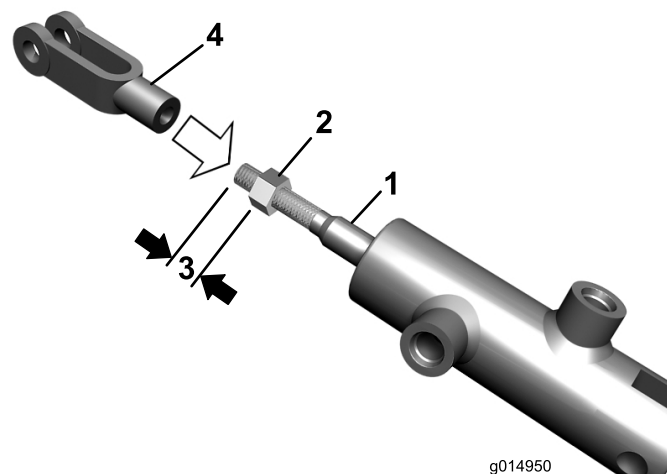

図 3
4. 油圧シリンダ・ロッドのジャム・ナットがロッドの端部から 14.2 mm の位置にくるようにする（図 3）。
5. 油圧シリンダ・シャフトのヨークが図 3 に示すようにジャム・ナットに当たるようにする。